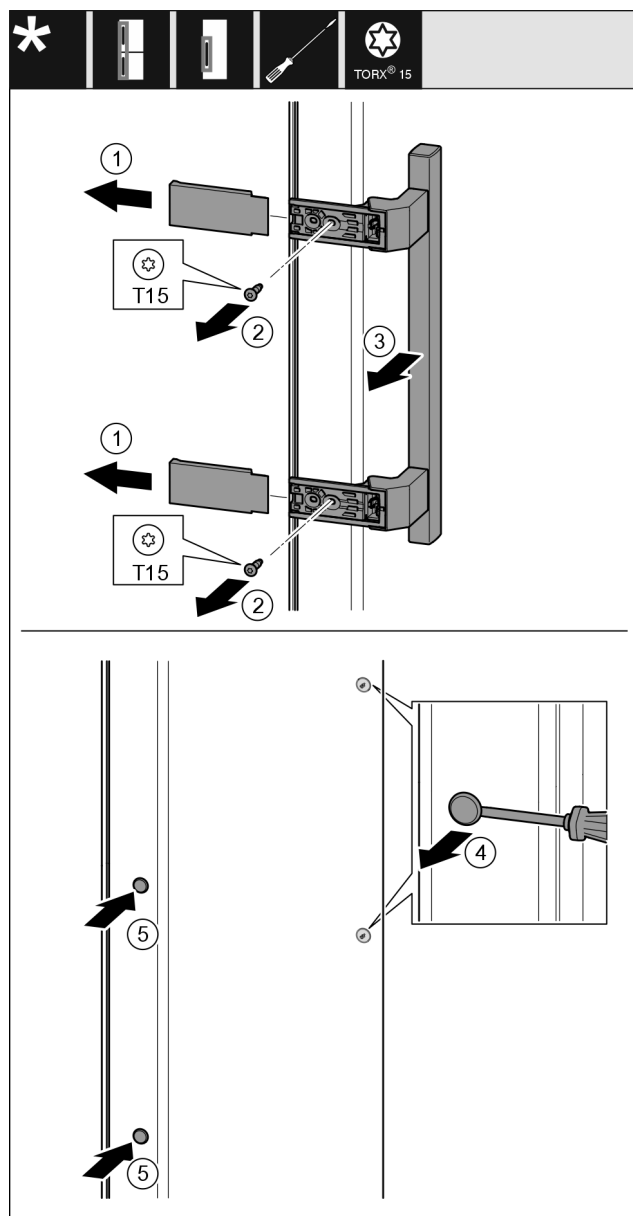

Fig. 10
- Levantar la cubierta. Fig. 10 (1)
- Desatornillar los tornillos con un destornillador Torx 15. Fig. 10 (2)
- Retirar el tirador. Fig. 10 (3)
- Levantar con cuidado el tapón lateral del electrodoméstico con el destornillador plano y sacarlo. Fig. 10 (4)
- Volver a colocar el tapón en el otro lado. Fig. 10 (5)